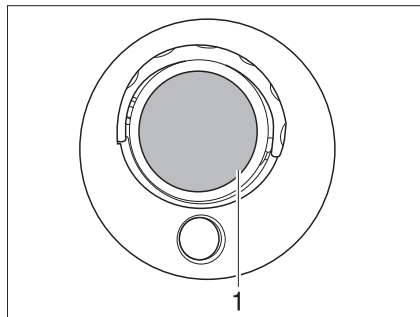

Fig. 262 Lámpara halógena sobre revoque de la cabina del conductor (modelo I)
- Sacar la cubierta de vidrio (Fig. 262,1) con cuidado, haciendo palanca con una herramienta apropiada (p. ej. destornillador) y retirarla.